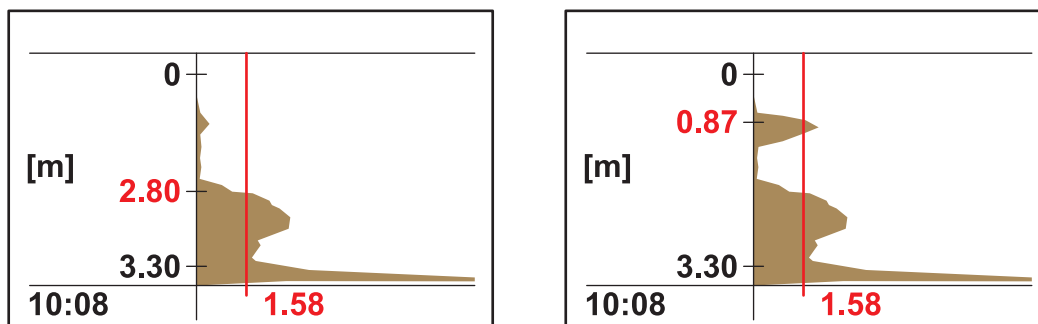

Figura 9 Determinați locația de măsurare
- Dacă la adâncimea reflexiilor perturbatoare din LISTĂ PROFILE există valori ridicate, care influențează valoarea măsurată, trebuie selectată o altă locație de măsurare. Uneori este suficient să mutați sonda cu câțiva centimetri (consultați Figura 9, partea dreaptă).
- În cazul în care corpurile reflectate nu afectează valoarea măsurată, aceasta poate fi o locație de măsurare adecvată (consultați Figura 9, partea stângă).